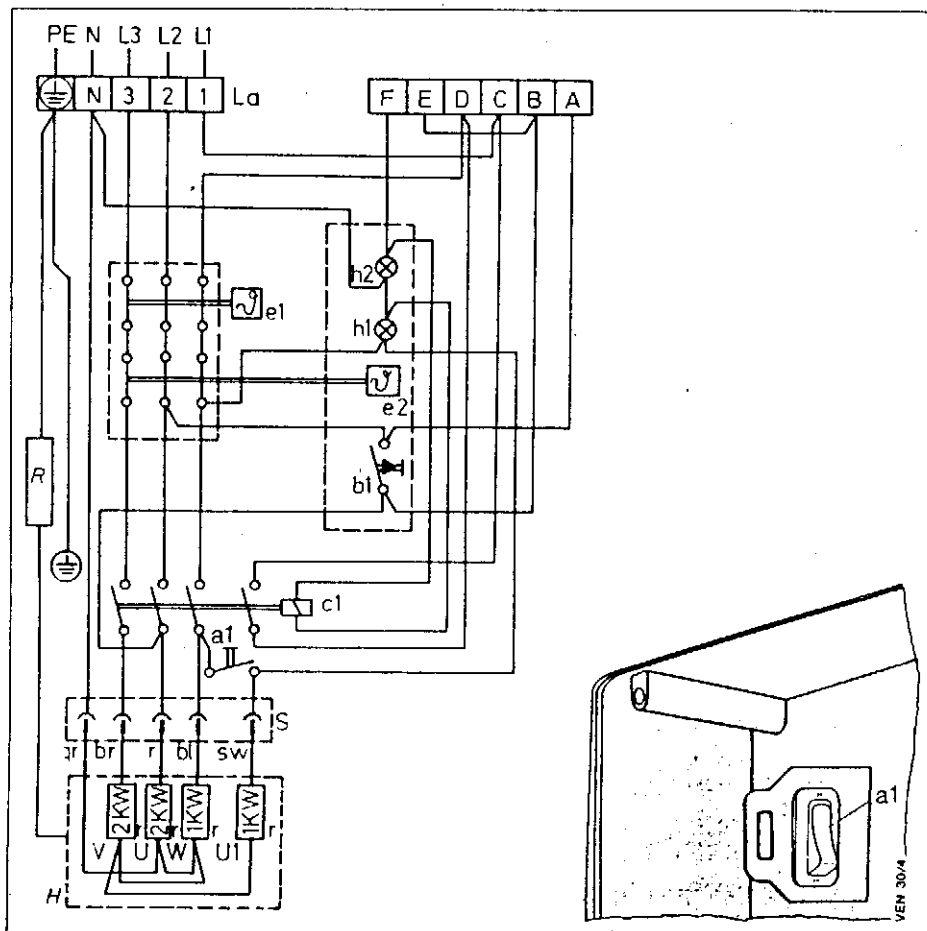

Рис. 9 Электрическая схема
После этого подключить к клеммам три фазы и  (см. рис. 9).
Переключатель (а1, рис. 9) для переключения "основной нагрузки" виден после открытия расположенной внизу крышки коммутационного ящика напротив подсоединительных клемм.
8.3 Дистанционное управление (рис. 9)
Обозначения к рис. 9